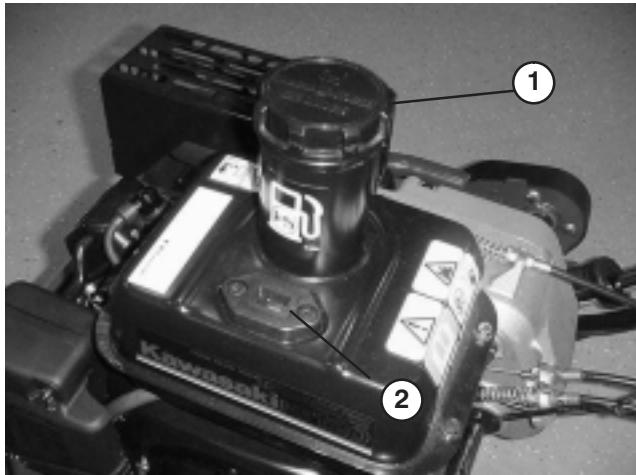

Bild 9
1. Reinigen Sie die Bereiche um den Tankdeckel herum und nehmen Sie den Deckel ab (Bild 9). Füllen Sie den Tank mit bleifreiem Benzin nur bis zur unteren Kante des Filtergitters auf. **Nicht überfüllen**.